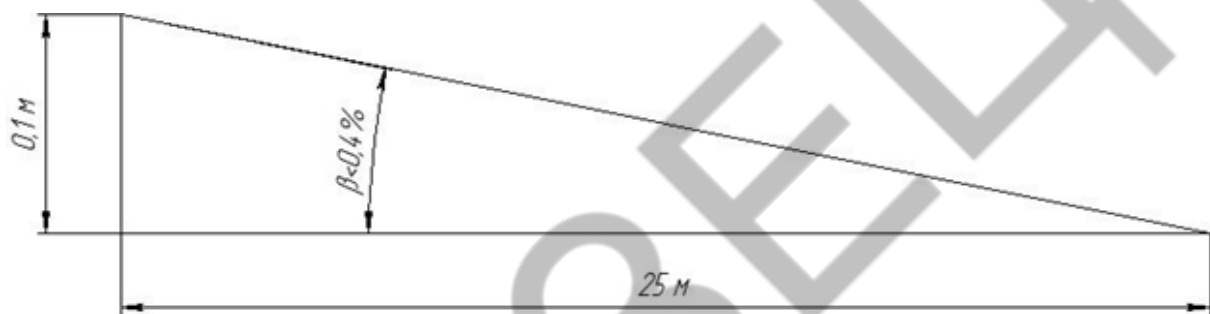

Рисунок 2
18.3 Монтаж оборудования должен производиться на поверхность площадки, уклон которой не превышает угла β , в противном случае выполнить установку изделий, согласно схеме монтажа, с указанными загибаниями, будет невозможно (рисунок 2).